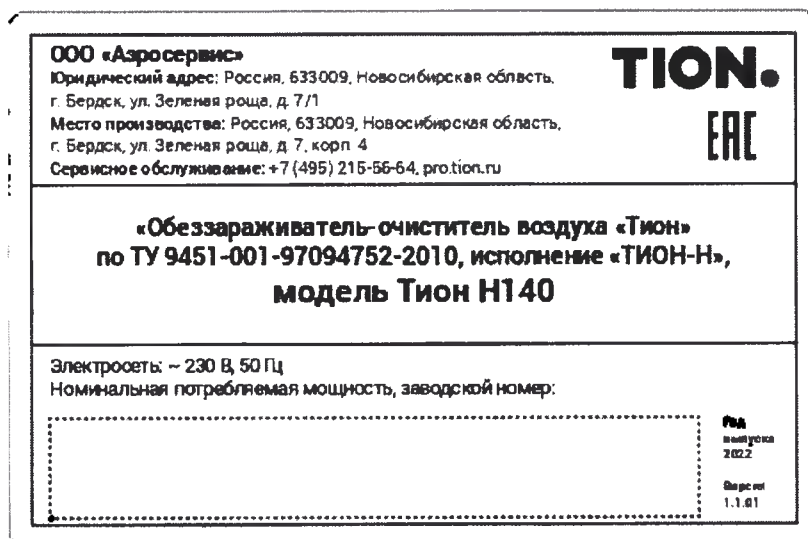

Рисунок 1.4 – Шильд (паспортная табличка)
1.4.1 Маркировка прибора выполнена в виде шильда (паспортной таблички), размещенной на корпусе прибора. Шильд (рисунок 1.4) содержит: